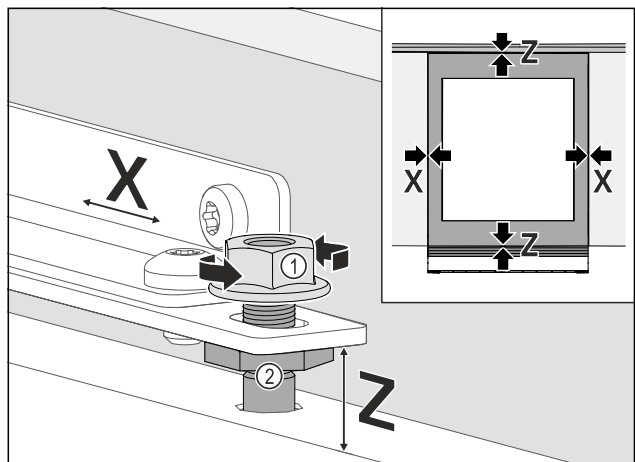

Fig. 94
- ▶ Vrata pohištva stransko poravnajte: Sprostite Fig. 94 (1) protimatico, vrata pohištva potisnite v smer X.
- ▶ Privijte Fig. 94 (1) protimatico.
- ▶ Vrata pohištva naravnajte na višino **Z** stranske poševnine: Nastavite Fig. 94 (2) nastavitveni zatič.